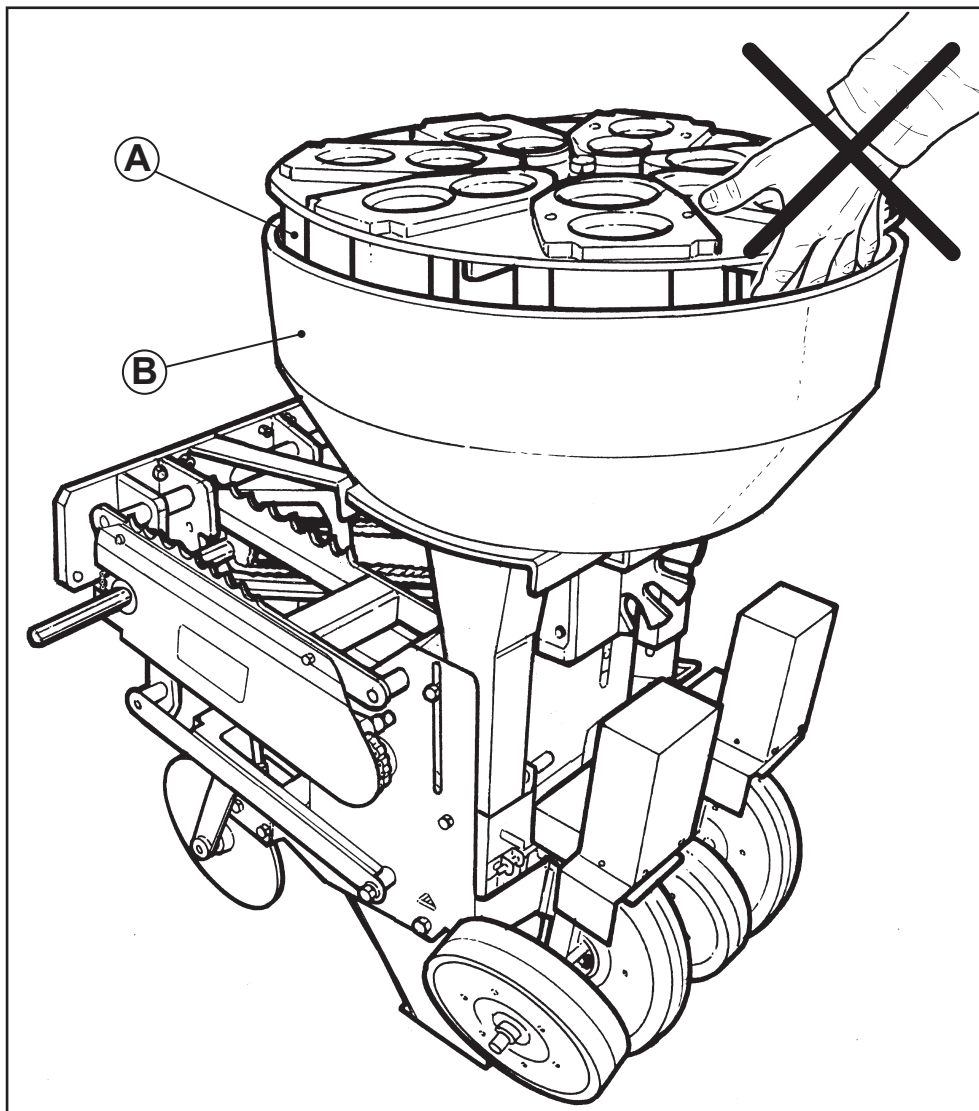

Fig. 8
ATTENZIONE! PERICOLO DI TRASCINAMENTO E SCHIACCIAMENTO! È assolutamente vietato introdurre le mani o inserire oggetti all'interno dei bicchieri (Fig. 8) per rimuovere eventuali inceppamenti, in quanto durante la movimentazione degli organi ci si esporrebbe ad un rischio di lesione per gli arti. È altresì importante stare attenti a non infilare le mani tra il gruppo distribuzione piantine (A) e il carter di protezione (B): PERICOLO DI TRASCINAMENTO.
ATTENTION! DANGER OF DRAGGING AND CRUSHING! It is strictly forbidden to insert the hands or items inside the plant cups (Fig. 8) to remove any jamming, since there is risk for the limbs because of moving parts. It is also important to pay attention to not insert hands between the seedling distribution unit (A) and protection guard (B): DANGER OF DRAGGING.
ATTENTION : DANGER D'ECRASEMENT ET D'ENTRAINEMENT! Il est absolument interdit d'introduire les mains ou d'insérer des objets à l'intérieur des godets (Fig. 8) pour enlever d'éventuels obstacles, car, pendant le déplacement des organes, il existe un risque de lésion des membres. Il est également important de faire attention à ne pas mettre les mains entre le groupe de distribution des plants (A) et le carter de protection (B) : **DANGER D'ENTRAINEMENT.**
¡ATENCIÓN! ¡PELIGRO DE ARRASTRE Y APLASTAMIENTO! Está absolutamente prohibido introducir las manos o introducir objetos en el interior de los vasos (Fig. 8) para extraer eventuales atascos, ya que durante el movimiento de los órganos existe grave riesgo de lesión para las extremidades. Del mismo modo es importante prestar atención a no introducir las manos entre el grupo distribución plantas (A) y el carter de protección (B): **PELIGRO DE ARRASTRE.**